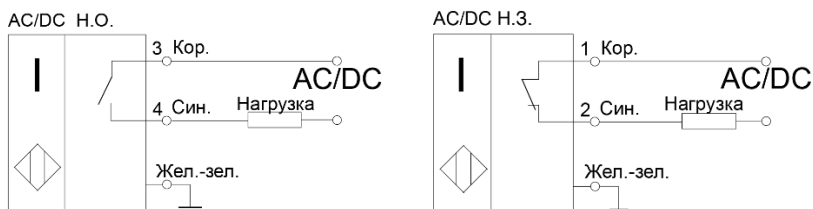

Рисунок 1 - Варианты схем подключения выключателей
3.3 Выключатели включаются в электрическую цепь по 2-х проводимой схеме (Рис. 1). Соответствие выводов и схема подключения указаны в маркировке выключателя.